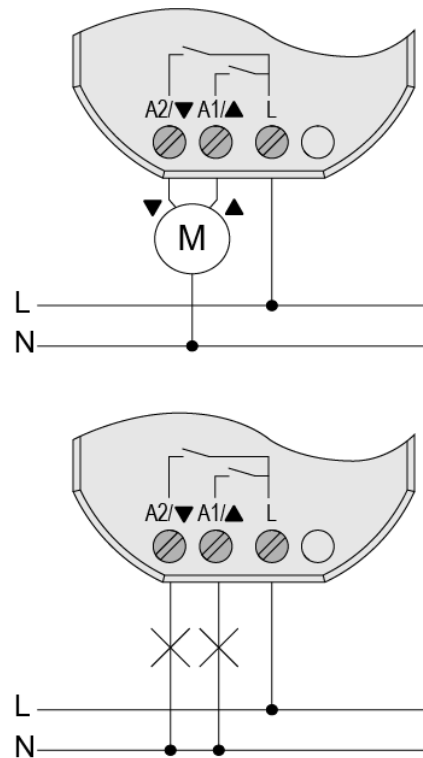

рисунок 5: Подключение нагрузки
- Подключите нагрузку согласно примеру подключения (рисунок 5).